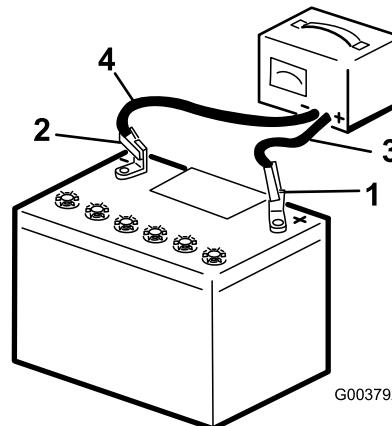

Figura 91
- 4. Conecte el cable negativo del cargador de la batería al borne negativo (Figura 91).
- 6. Cuando la batería esté completamente cargada, desconecte el cargador de la fuente de electricidad, luego desconecte los cables del cargador de los bornes de la batería (Figura 91).
3. Conecte el cable positivo del cargador de la batería al borne positivo (Figura 91).